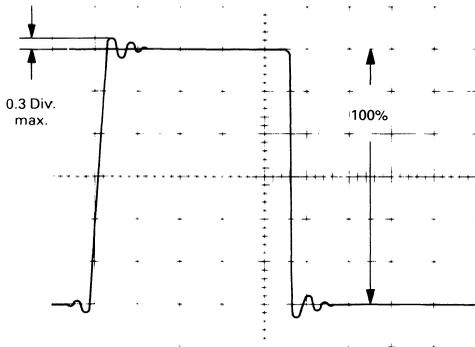

Figura 4 Sobreimpulso máximo
- ③ FREQ. VARIABLE x1 (tope derecho)
- ⑨ WIDTH □
- ⑰ AMPLITUDE (+) min (tope izquierdo)
- ⑱ AMPLITUDE (-) min. (tope izquierdo)
- ⑲ 2V/5V (+) tecla pulsada
- ⑲ 2V/5V (-) tecla pulsada
- ⑲ COMPL. (+) tecla sin pulsar
- ⑲ COMPL. (-) tecla sin pulsar
- b) Conectar la salida OUTPUT (+) ⑭ del HM8035 a una entrada Y del osciloscopio mediante un cable coaxial utilizando la resistencia terminal de 50 Ω.
- c) Ajustar el osciloscopio a 0,5V/div. y 0,05 μs/div., X-magnifier x10. Ajustar mediante el control AMPL.(+) ⑰ del HM8035 una altura de 6 div. en la pantalla.
- d) El sobreimpulso (ver definición de características del impulso) no debe ser superior a 0,3 div. (figura 4)
- e) Conectar la entrada Y del osciloscopio con la salida OUTPUT (-) ⑪ del HM8035